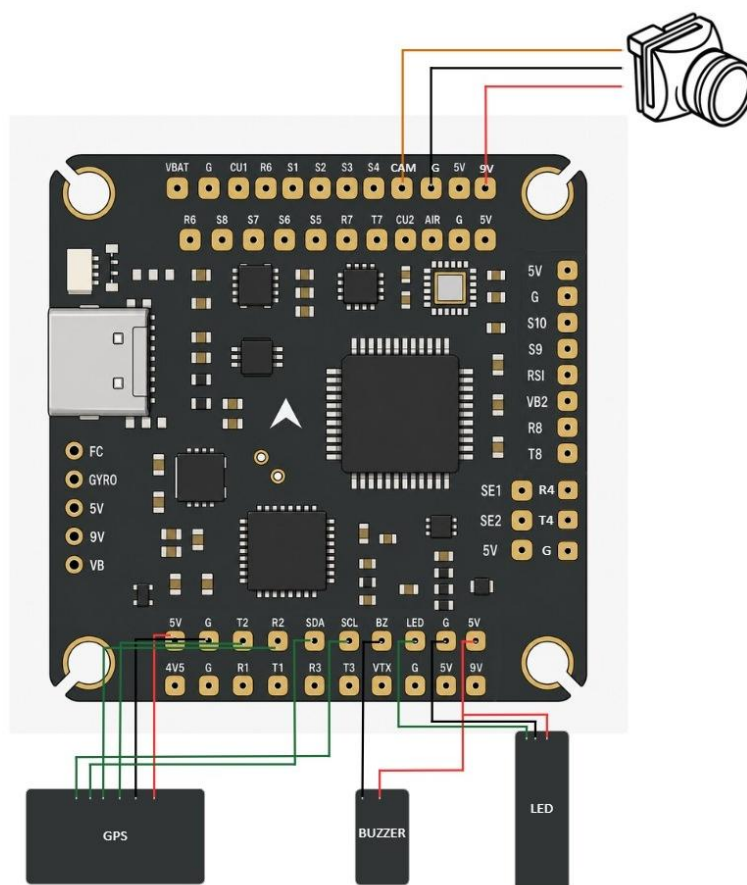

Fig.2. Schema di cablaggio (pad)
L'FC dispone di 8 porte UART. La disposizione dei pad è la seguente (vedere Fig. 2):
- UART 2 (GPS): Collegare qui il modulo GPS, come mostrato in Fig. 2. Abbinare TX del GPS a R2 e RX del GPS a T2. Utilizzare i pad 5V e G per l'alimentazione.
- Telecamera: Collegare il cavo del segnale della telecamera al pad CAM, la massa a G e l'alimentazione al pad 9V (vedere Fig. 2). Controllare la tensione di alimentazione della telecamera prima di scegliere tra i pad 5V e 9V.